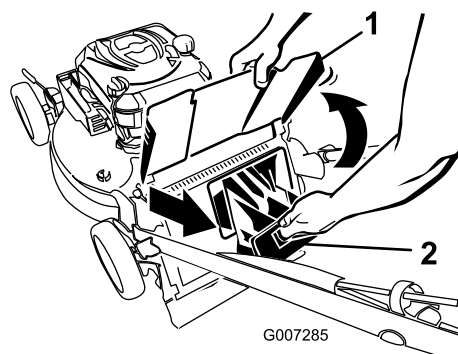

Figura 26
2. Levante y sujete el deflector de descarga (Figura 26).
3. Saque el tapón de descarga trasero (Figura 26).